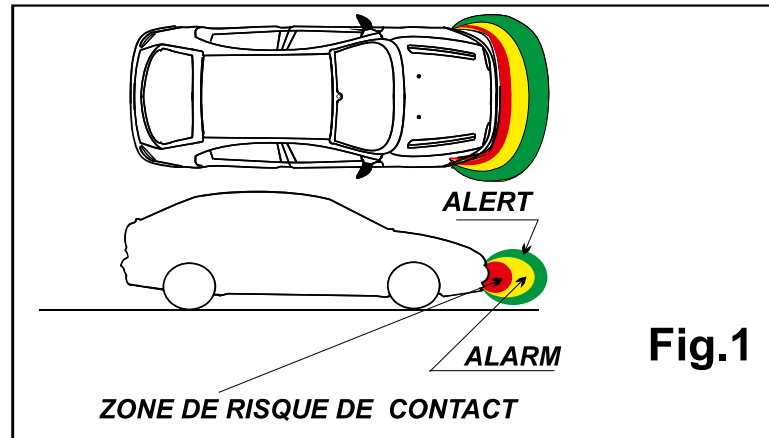

Fig.1
L'activation de l'appareil est obtenue en appuyant sur le bouton d'activation et confirmé par un signal de "OK". Une fois activé, le EPS-FRONT 4.0 génère autour du pare-chocs, sur lequel est installé, une zone de protection (fig.1). Lorsque tout obstacle présent dans la zone de protection tend à se rapprocher du pare-chocs, vous entendrez une série de bips.
-- Les distances indiquées varient en fonction de la taille de l'obstacle et correspondent à la zone centrale du pare-chocs tandis que sur les bords latéraux la distance est moindre (Fig.1).
REMARQUE: En présence de pluie ou d'humidité élevé, le système réduit automatiquement sa sensibilité afin d'éliminer une partie des fausses alarmes qui pourraient être données par le mouvement de l'eau sur le pare-chocs. Dans cette situation la zone d'alarme pourrait être supprimée restant seul le signal de risque de contact (**Fig. 1**).